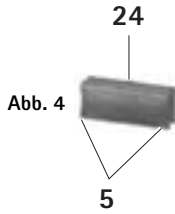

Abb. 4
Bei starkem Gebrauch ist es erforderlich, die Kohlebürsten **24** (Abb. 4), jährlich zu überprüfen, was ausschließlich von einem Fachmann ausgeführt werden darf. Wenn diese nur noch 4 mm lang sind, ist ein Auswechseln nötig. Dabei muß wie folgt vorgegangen werden:
- Kohlenlänge prüfen (Abb. 4), diese muß mindestens 4 mm betragen **5**.
When the clipper is in heavy use then check the carbons 24 (Fig. 4) every 12 months which should only be done by an expert. If the carbons are worn down to 4 mm (1/8") then same have to be replaced and for this proceed as follows:
- Check carbon length (Fig. 4). The length must be at least 4 mm 5.